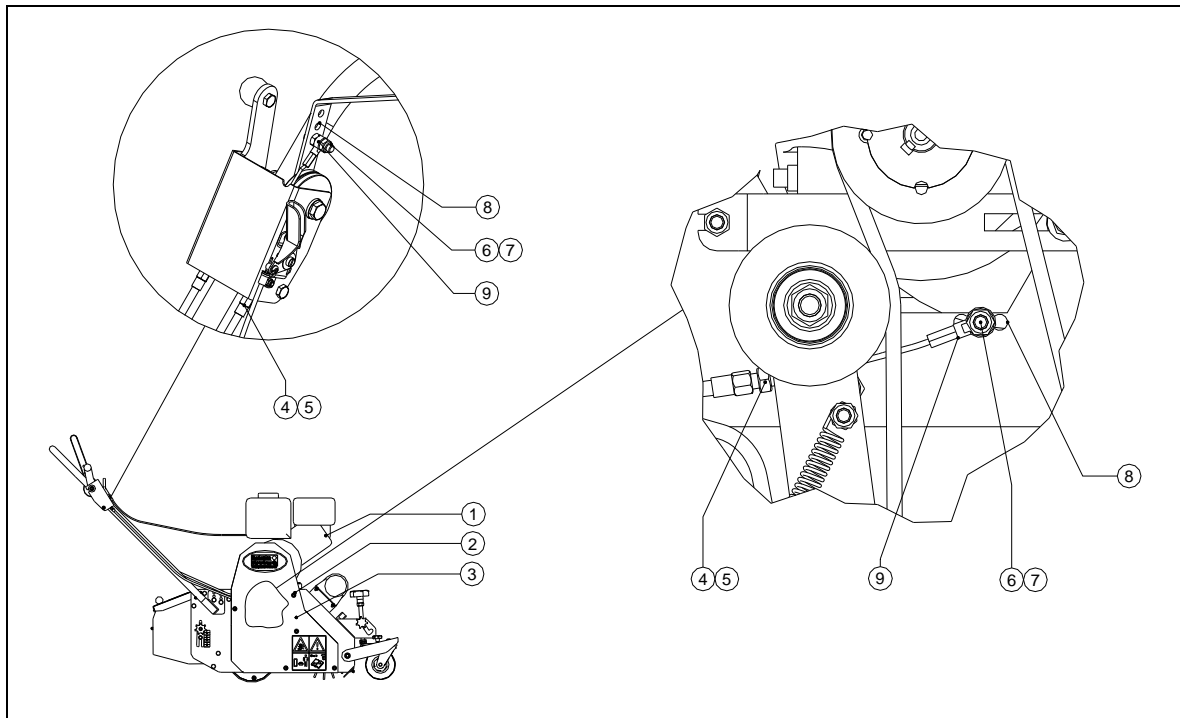

Abb. 18
2. Schaltbare Spannrolle zum Antrieb der gesamten Maschine 1 (siehe Abb. 18)
Schaltbare Spannrolle für den Antrieb der gesamten Maschine (Siehe Abb. 18)